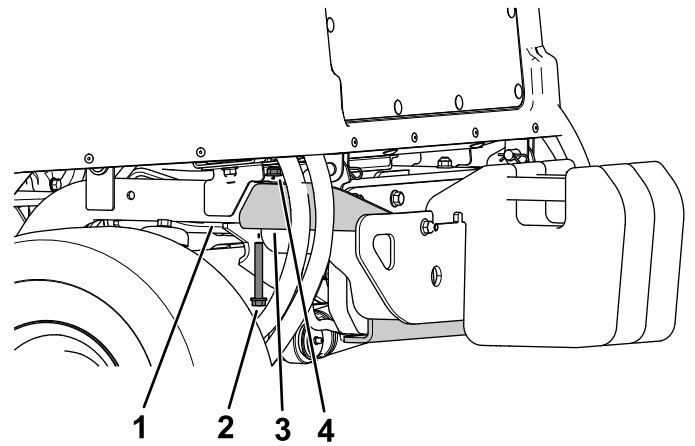

Figura 21
1. Rimuovete il bullone a testa flangiata (3/8" x 2-3/4") e il dado flangiato (3/8") che fissano il paraurti al tubo del telaio posteriore su ciascun lato del paraurti (Figura 21).